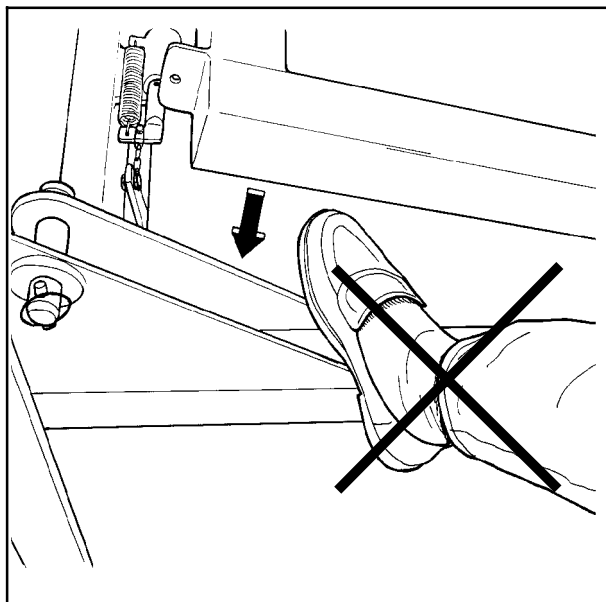

Fig. 2-2
2. Når ballen er ferdig pakket og tippet av maskinen, må bordet tippes ned før neste ball kan pakkes. Når mellomrammen med rullebordet senkes, oppstår det klemfare mellom mellomrammen og hovedrammen på hver side og i bakkant av maskinen. Hold derfor fingre og føtter på god avstand. (Fig. 2-2).